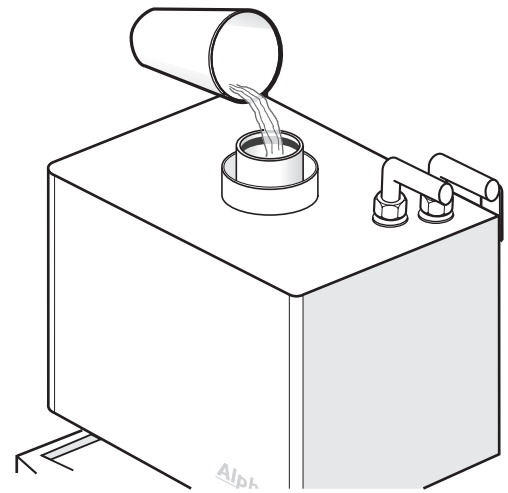

Fig. 9
5.5 PRIME THE GASSAVER - Fig. 9